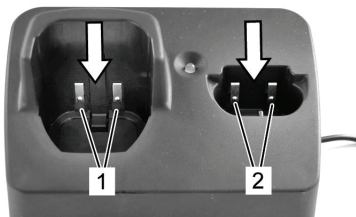

Fig. 22
Para obter bons resultados de tosquia e para aumentar a longevidade da máquina e das cabeças de tosquia, é necessário a aplicação regular de uma fina camada de lubrificante entre a lâmina superior e inferior (Fig. 22).
- ▶ Lubrifique suficientemente (e não em demasia) as lâminas de corte durante a tosquia (pelo menos em intervalos de 15 minutos), para que elas não fiquem secas (Fig. 22).